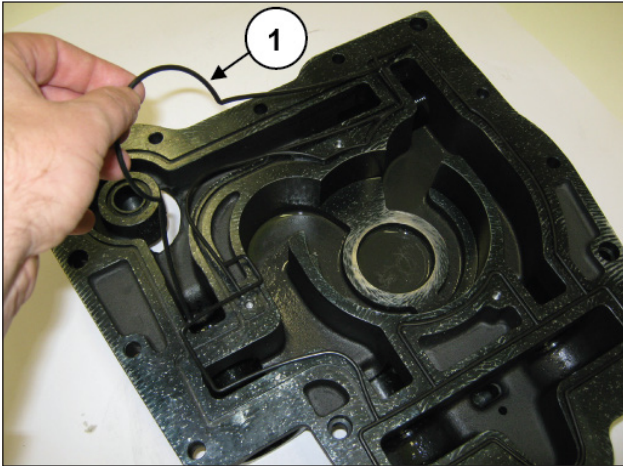

Abb. 53
Ziehen Sie die O-Ring-Formdichtung ab und ersetzen Sie diese bei Bedarf (Pos. ①, Abb. 53).